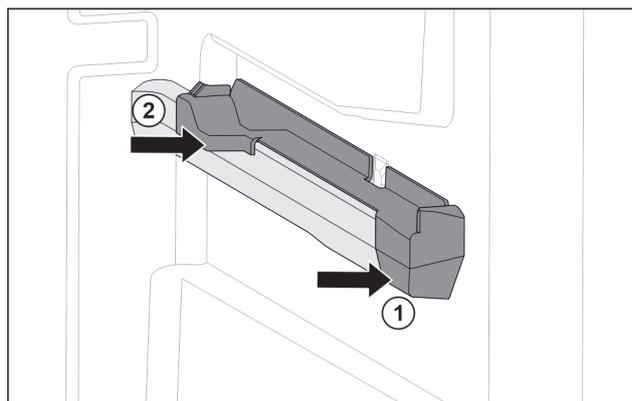

Fig. 44 Élément emboîtable sur la nervure de récipient droite
- Poser le devant de l'élément emboîtable contre la nervure de récipient. Fig. 44 (1)
- Enfoncer l'arrière de l'élément emboîtable. Fig. 44 (2)